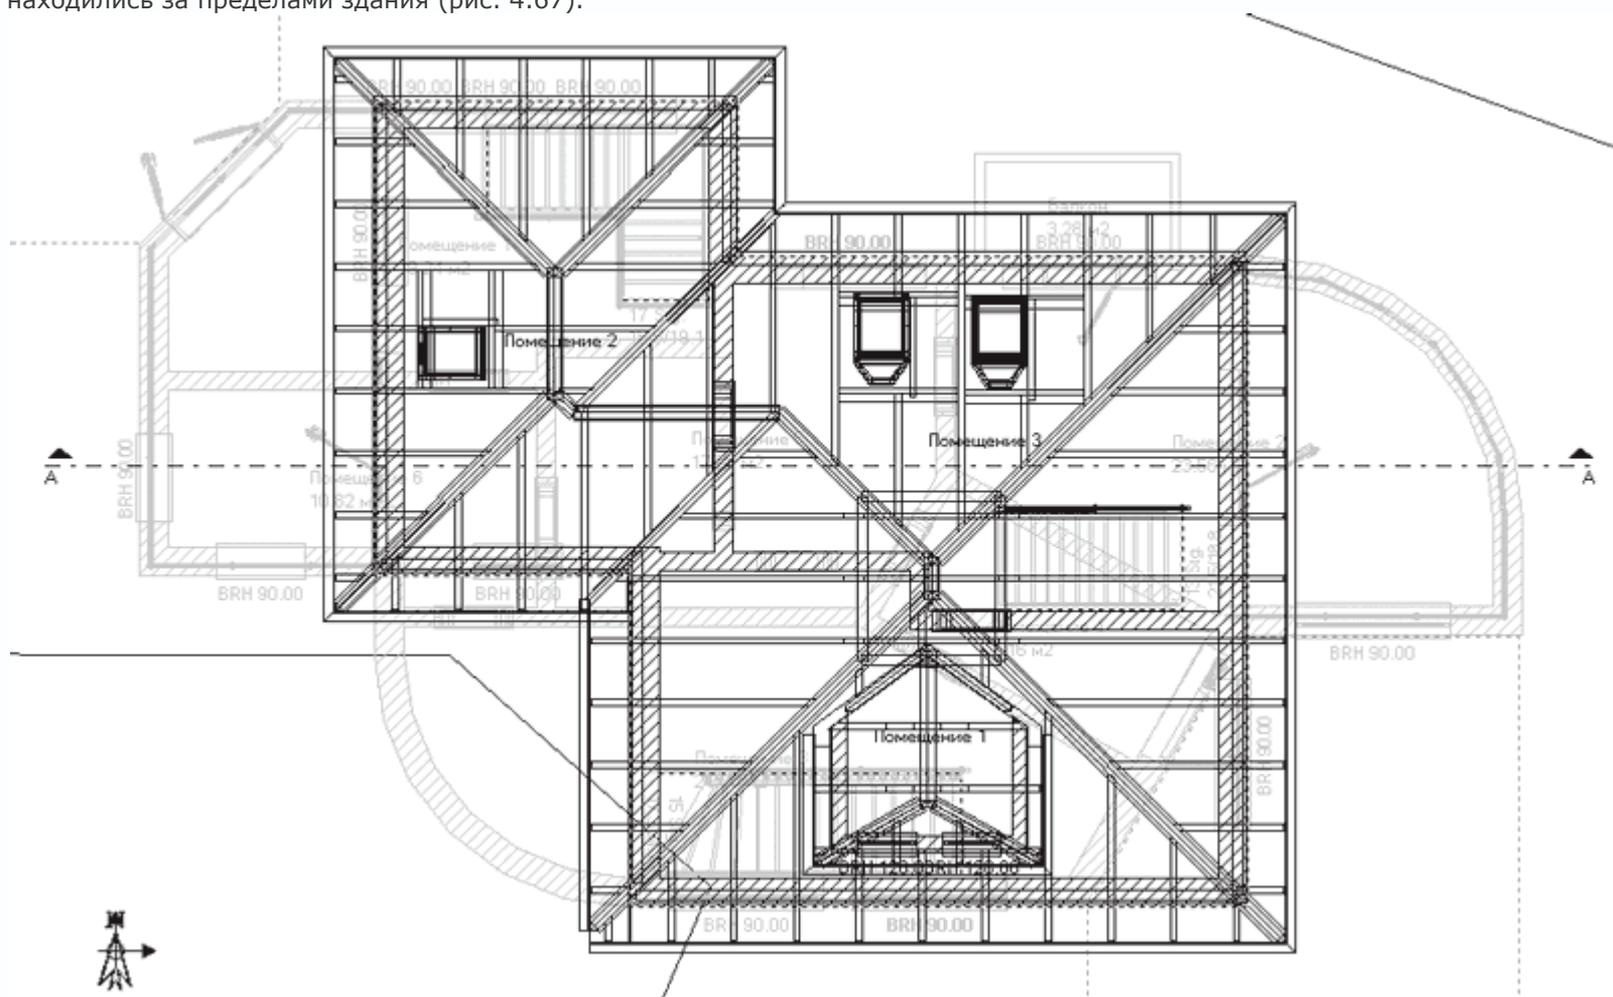

Рис. 4.67. Линия разреза на чертеже
2. Укажите линию разреза, определив на плане две точки, через которые пройдет данная линия. Точки, как обычно, указываются щелчком кнопки мыши. Точки должны размещаться так, чтобы линия разреза была строго горизонтальной на плане, проходила приблизительно посередине здания (между его крайними северной и южной стенами), а указанные точки находились за пределами здания (рис. 4.67).